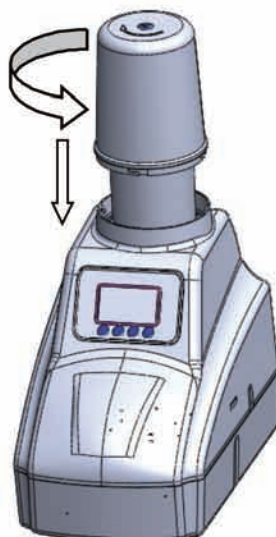

图14
③ 如图14所示，向下装入试剂瓶罩壳后再逆时针旋转扣紧（罩壳上的箭头指向为旋松方向）。